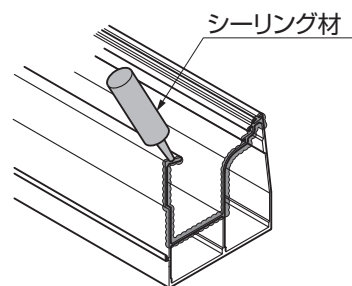

図1-3 桁のシーリング箇所
- 指定の箇所には、必ずシーリングをしてください。(図1-3参照)